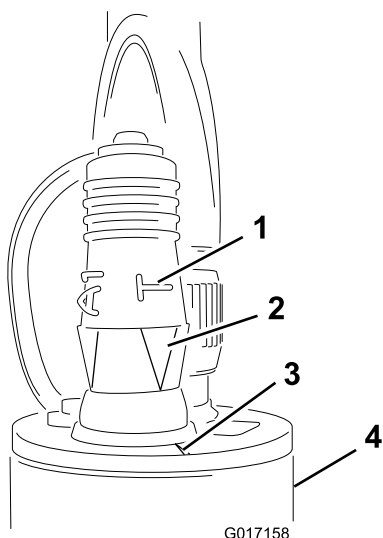

Рисунок 14
5. Установите разъем устройств программирования (Рисунок 14).
**Внимание:** Убедитесь в том, что стрелка, расположенная под маркировкой «Т» на боковой части вставки, совмещена с насечкой на верхней части датчика (Рисунок 14).